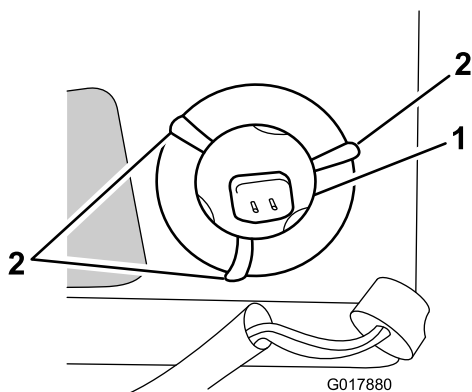

Figura 32
7. Doble las pestañas de alambre del manguito metálico (que sujeta la lámpara) para que no estorben; consulte Figura 32.